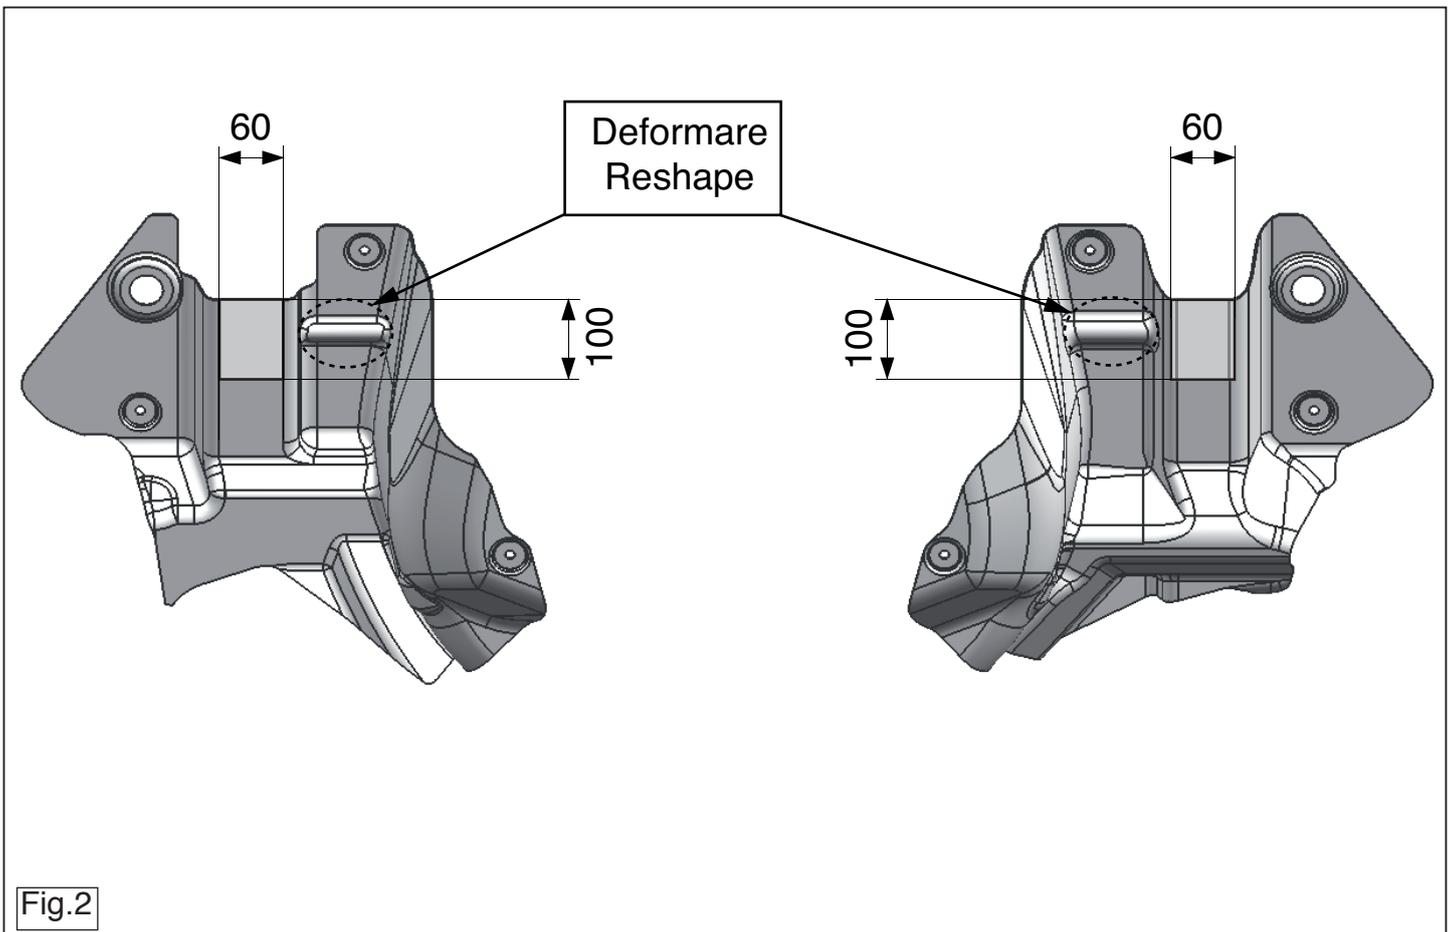

Fig.2
4. Saw a portion out of the heat shield as shown in figure 2.
4. Gemäß der Abbildung 2 ein Stück aus dem Hitzeschild sägen.
4. Выпилить часть из теплозащитного экрана, как указано на рис. 2.